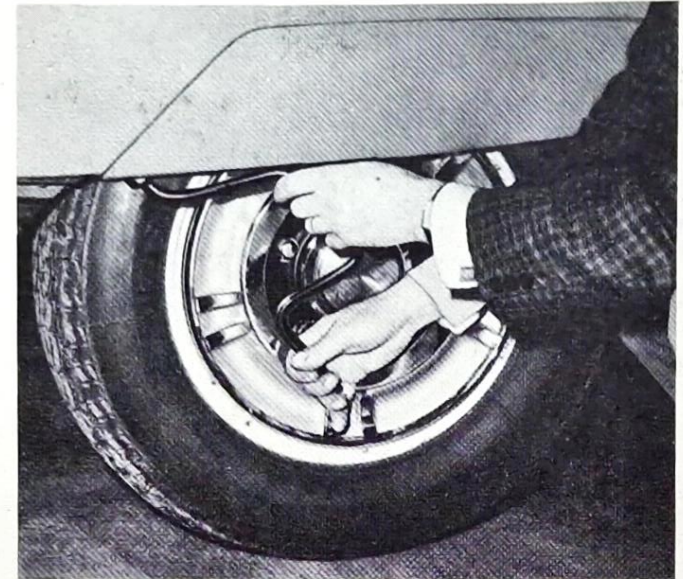

Abb. 30 - Ausbau des abnehmbaren Kotflügelbleches
*Das abnehmbare Blech des Radkastens ausbauen, indem man mit Hilfe der Radkurbel die am äußeren vorderen Ende sitzende Schraube abschraubt (s. Abb. 30).*